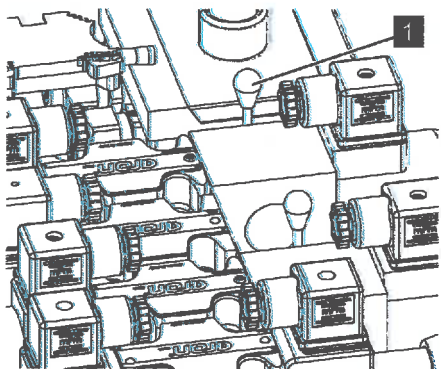

Abb. 90: Nothandbetätigung abschrauben
3. Die Nothandbetätigung (Abb. 90/1) vom Kettenfahrwerkventil abschrauben und entnehmen.